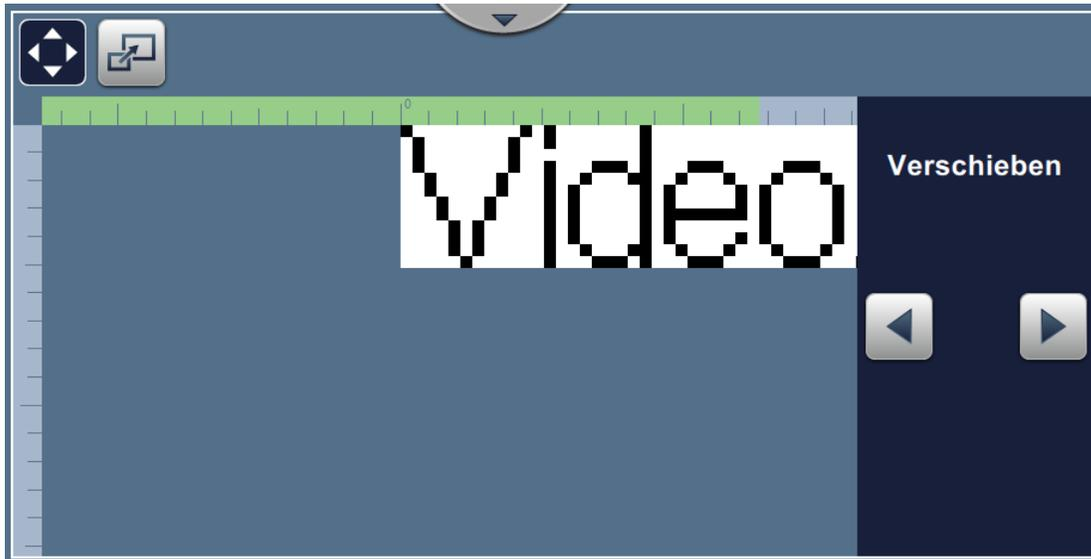

Abbildung 4-9: Anpassen > Verschieben.
1. Berühren Sie die Schaltfläche  und die aktuelle Positionsaufteilung erscheint wie dargestellt in Abbildung 4-9.